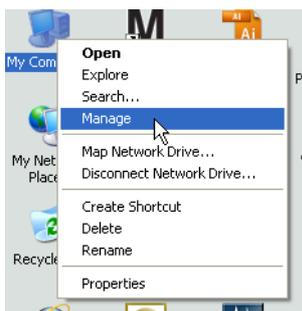

Рис. 53
- а. Щелкните правой кнопкой по значку «Мой компьютер» на рабочем столе; выберите «Управление» (Рис. 53).